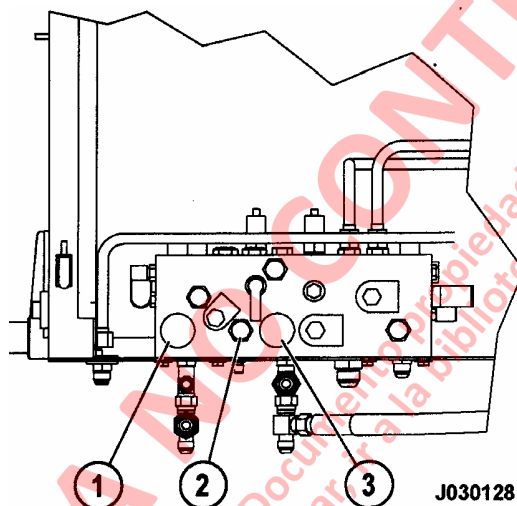

FIGURA 7-2 MULTIPLE DE FRENO
2. Coloque la palanca de control direccional en PARK (Estacionar) y gire el Interruptor Rest a ON. Gire el interruptor de partida a OFF para apagar el motor y espere 90 segundos para que los acumuladores del sistema de la dirección purguen. Abra las válvulas de purga (1) y (3, Figura 7-2) para purgar los acumuladores de freno.
2. Coloque la palanca de control direccional en PARK (Estacionar) y gire el interruptor rest a ON. Gire el interruptor de partida a OFF para apagar el motor y espere 90 segundos para que los acumuladores del sistema de la dirección purguen. Abra las válvulas de purga (1) y (3, Figura 7-2) para purgar los acumuladores de freno